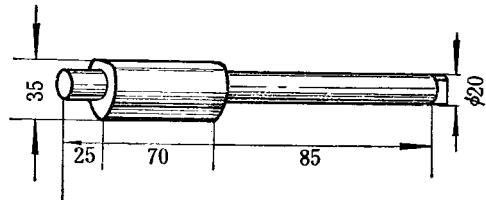

图 6 分离拨杆
**6. 分离拨杆和脚踏板** 两者都用木料制成，分离拨杆总长170毫米，有一节成凸轮状，如图6所示；在